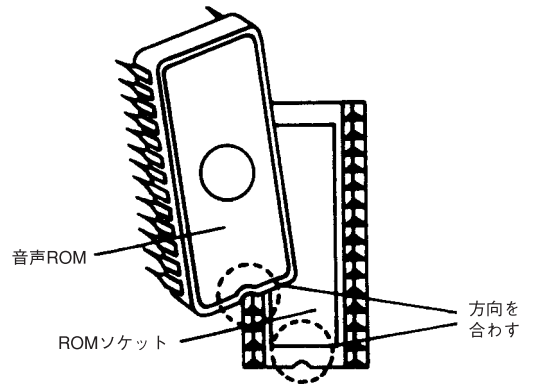

図8. 音声ROMの方向
- 音声ROM挿入時は方向を間違わない様注意して下さい。また、音声ROMの足が折れ曲がったりしない様確実に挿入して下さい。（図8参照）